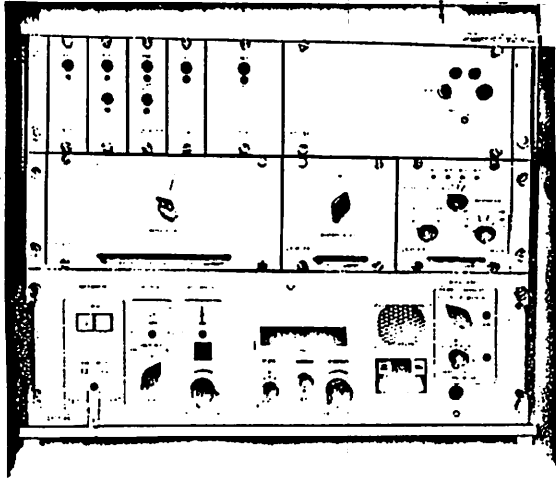

Abb. 1 Empfänger 2170 im Gehäuse
- Abb. 1 Empfänger 2170 im Gehäuse